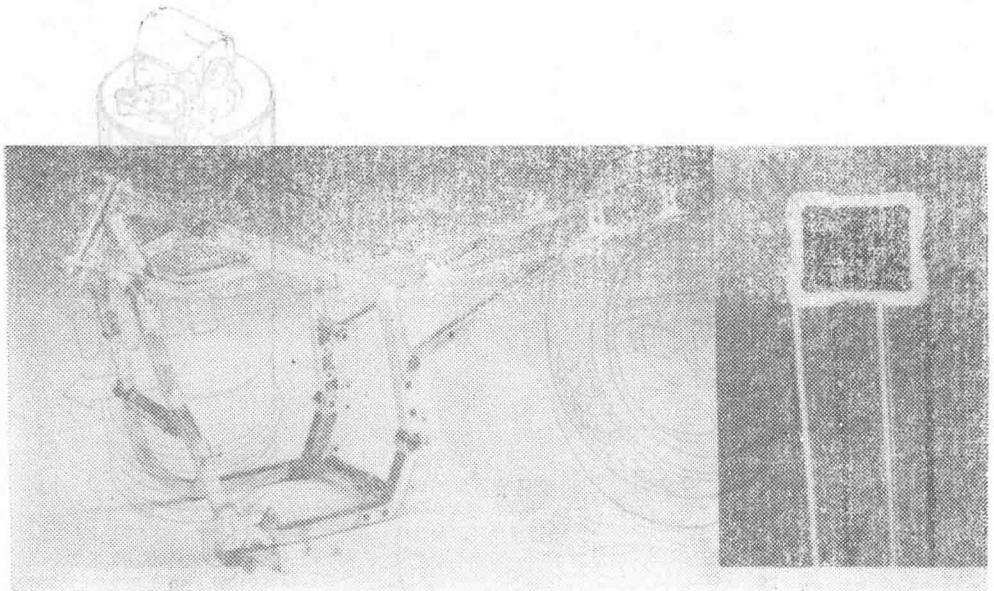

图27 铃木
④ 铝制盒式车架重量轻、刚性好，近年来又出现了多肋铝制盒式车架，进一步提高了稳定性和强度(图27)。